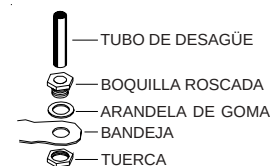

FIG. 3
- **Instale el montaje de desagüe.** Quite la tuerca y pase la boquilla por el agujero de la bandeja, colocando la arandela de goma entre la bandeja y la cabeza de la boquilla (fig. 3). Coloque la tuerca en la boquilla y atorníllela hasta que quede apretada contra la parte inferior de la bandeja. Inserte el tubo de desagüe en la boquilla para retener el agua. El tubo de desagüe se puede quitar para desaguar el agua de la bandeja cuando sea necesario. Se puede conectar una manguera de jardín a la boquilla para desaguar el agua hacia otra parte.